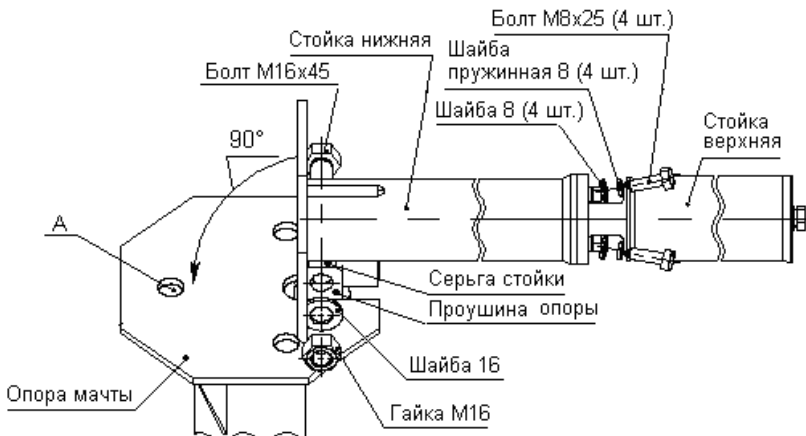

Рисунок 3.6 - Сборка мачты
- в) серьгу нижней стойки (рисунок 3.6) вставить в проушину опоры мачты и закрепить с помощью болта, шайбы и гайки. Гайку не затягивать;